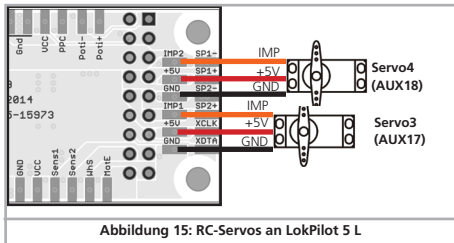

Abbildung 15: RC-Servos an LokPilot 5 L
Ein Hall Sensor ist ein elektronischer Schaltkreis (IC) welcher auf ein wechselndes Magnetfeld reagiert. Die verfügbaren HALL IC können sehr einfach in Loks verbaut werden, weil der Abstand zwischen IC und Magnet nicht kritisch ist. Ein häufig verwendeter Hall IC ist der US2881 von Melexis, zu dem es auch viele kompatible Typen gibt. Die drei Anschlüsse des ICs müssen mit dem LokPilot Decoder so verbunden werden, wie es die Abb. 15 zeigt.